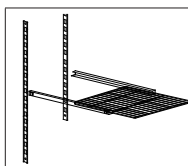

Bild 2
- Positionieren Sie die Regalhalter in der gewünschten Höhe und Abständen, für die Positionierung siehe Bild 2.
- Führen Sie die Ablagen wie auf dem Bild zu sehen in die Schlitten ein. (Bild 2)